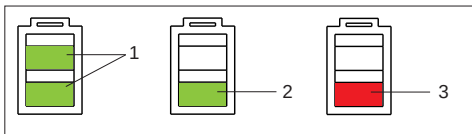

Fig. 10
- Ladezustand des Akkus an der LED-Anzeige (Fig. 10) überprüfen:
- Read off battery charge on LED indicator (Fig. 10):
- Lire l'état de charge de l'affichage DEL (Fig. 10):